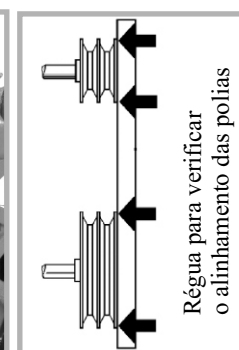

Fig. 12
- Apertar as porcas dos esticadores (Pos. 3), até que as correias se mostrem conforme figura 14 pos. B, verificando constantemente o alinhamento das polias (Figs. 12 e 13)